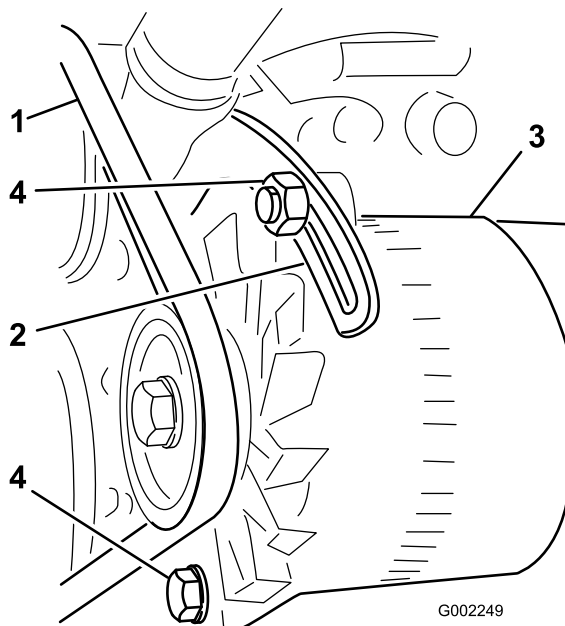

Figure 103
3. Desserrez le boulon au point de pivot de l'alternateur; desserrez le boulon qui fixe l'alternateur au renfort fendu (Figure 103).